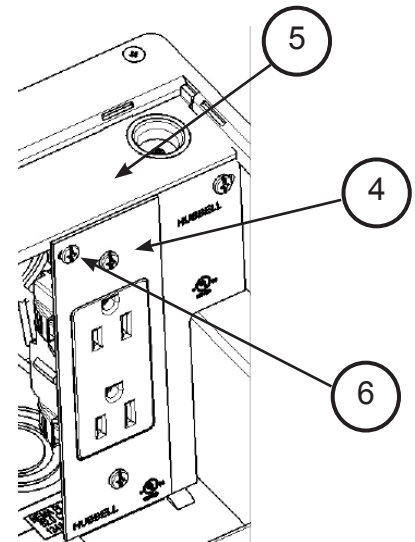

Figure 5
4. Monter la prise câblée et sa plaque [4] sur le rebord du haut [5]. (Voir la Fig. 5.)